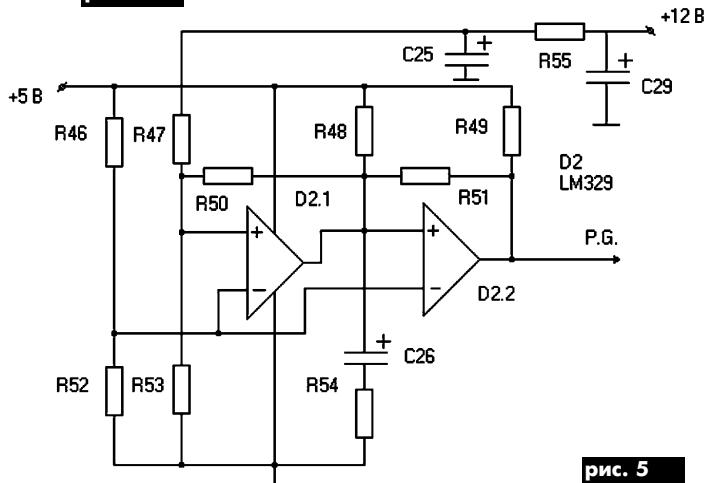

рис. 5
2. В схеме формирователя на интегральных компараторах LM329 (**рис.5**) при понижении выходных напряжений компаратор D2.1 устанавливается в состояние лог."0", и конденсатор C26 разряжается через малое выходное сопротивление компаратора.